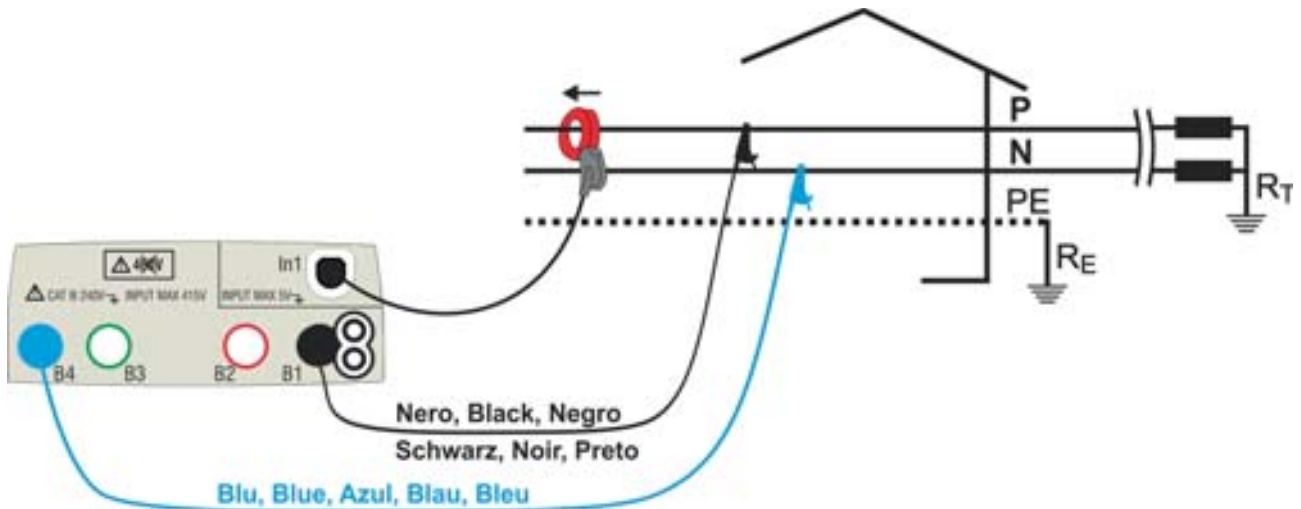
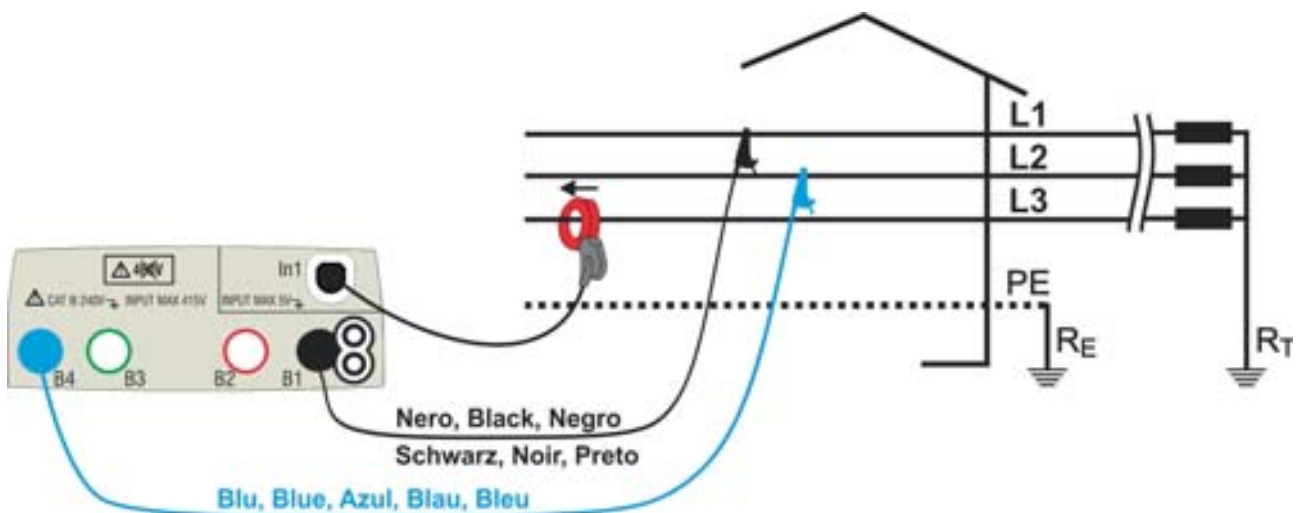

Fig. 36: Collegamento per misura su impianto Monofase
Fig. 37: Collegamento per misura su impianto Trifase equilibrato
4. Inserire i connettori blu e nero dei cavi singoli nei corrispondenti terminali di ingresso dello strumento B4, B1. Inserire all'estremità dei cavi rimasta libera i corrispondenti coccodrilli o puntali. Connettere i coccodrilli, puntali alla fase P e N in accordo alla Fig. 36 per la misura della tensione in sistemi Monofase o alle fasi L1 e L2 in accordo alla Fig. 37 per la misura della tensione in sistemi Trifase equilibrati. Collegare la pinza esterna all'ingresso **In1** dello strumento e al conduttore di fase per sistemi Monofase o alla fase L3 per sistemi Trifase equilibrati. La freccia presente sulla pinza deve seguire il verso in cui fluisce la corrente, normalmente da generatore verso il carico come mostrato nelle Fig. 36 e Fig. 37.